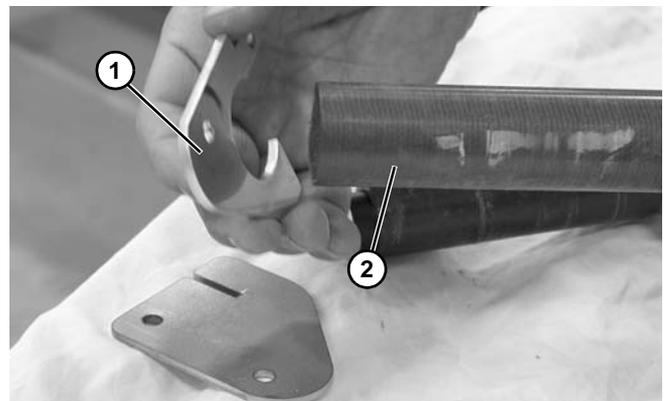

Abbildung 61
5. Sofern vorhanden, die Halteplatten (**Abbildung 61, Teil 1**) von den Enden der Schleißschiene (**Abbildung 61, Teil 2**) abnehmen. Die Oberfläche der Schiene überprüfen. Falls sie verschlissen oder beschädigt ist, die Schiene austauschen. Siehe „Serviceteile“ auf Seite 26.